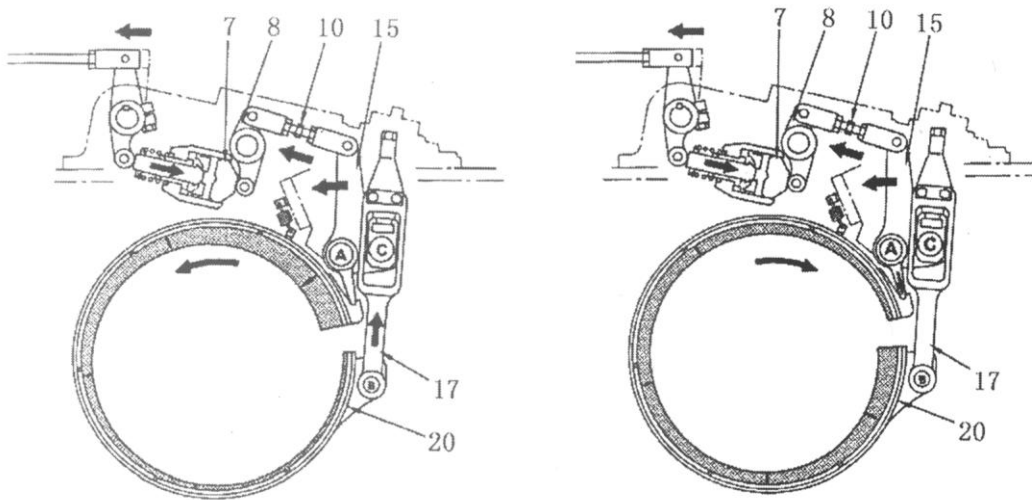

Рис. 5-31.
- (1) Движение вперед, 1-я скорость (см. рис. 5-31)